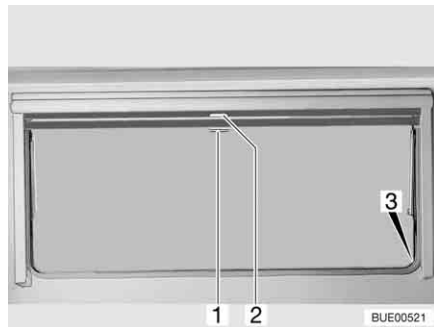

Bild 61 Ausstellfenster
- Verdunklungsrollo am Griff (Bild 61,2) nach unten ziehen. Wenn das Verdunklungsrollo ganz geschlossen wird, das Verdunklungsrollo auf beiden Seiten am Fensterrahmen in die Arretierung (Bild 61,3) einhängen.
- Wenn das Verdunklungsrollo vollständig geschlossen ist: Den Griff (Bild 61,2) nach unten drücken und den Griff dabei leicht nach innen ziehen. Das Verdunklungsrollo aus den Arretierungen links und rechts am Fensterrahmen aushängen.
- Wenn sich das Verdunklungsrollo in Zwischenposition befindet: Den Griff (Bild 61,2) leicht nach unten ziehen, bis sich die Arretierung gelöst hat.
- Insektenschutzrollo am Griff (Bild 61,1) nach unten ziehen und auf beiden Seiten am Fensterrahmen in die Arretierung (Bild 61,3) einhängen.
- Griff (Bild 61,1) nach unten drücken und den Griff dabei leicht nach innen ziehen. Das Insektenschutzrollo aus den Arretierungen links und rechts am Fensterrahmen aushängen.